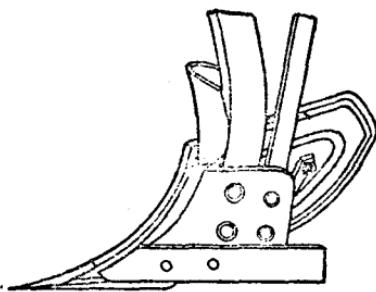
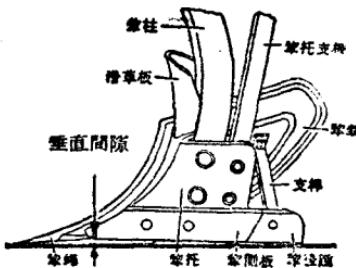

图2 前犁头
图3 后犁头和垂直间隙
2. 犁头：双輪双鏵犁有前后两个犁头（見图2、图3）。犁头是由犁鏵、犁鏡、犁托、犁側板、犁后踵（ㄓㄨㄥˋ）（前犁头没有）、滑草板等件合成的。犁鏵是用来切土和鏟土的。犁鏡是用来碎土和翻土的。犁側板能抵抗因翻土、碎土而发生的側压力，使犁走得平稳。犁后踵代替犁側板着地，以免犁側板磨损太快。滑草板可以把搜集在犁柱前的草秸滑落下去，免得拥塞在上面，妨碍耕地。犁托是連接犁头各个零件用的，犁鏵、犁
犁头才能入土，并且能够耕得深。象中型双輪双鋒犁的情形，垂直間隙最大的地方（图3上箭头指的地方），應該够二分六厘到三分五厘。